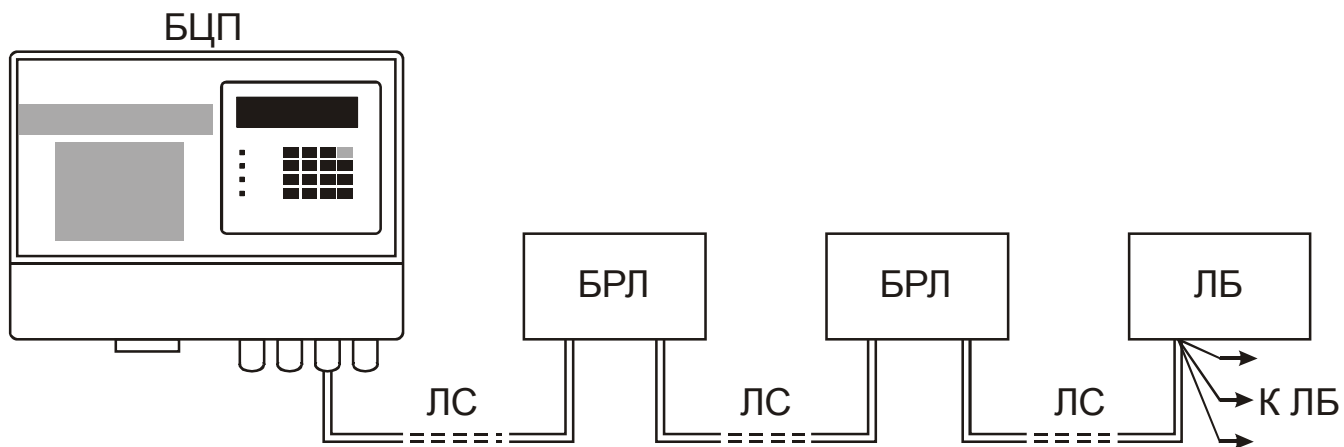
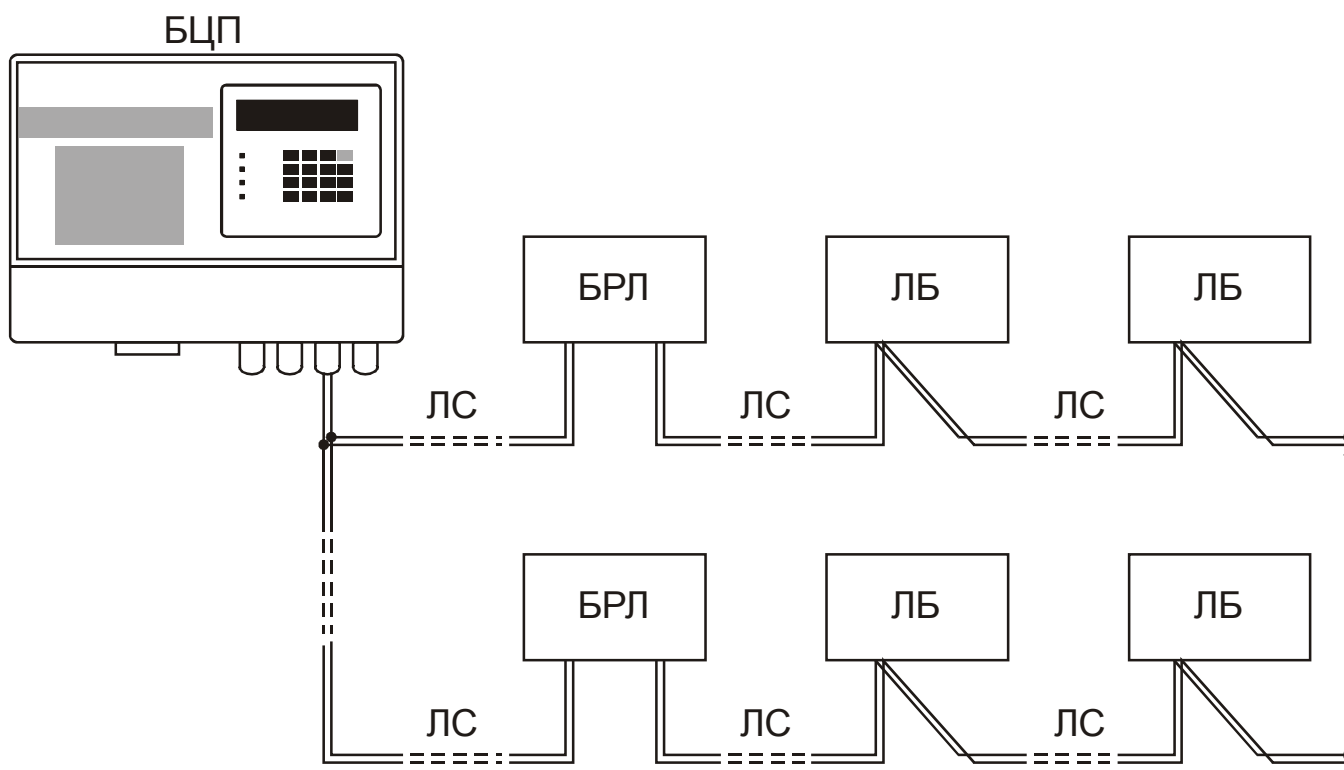

Рис. 3 Последовательное подключение БРЛ.
Рис. 4 Параллельное подключение БРЛ.
5.1 БРЛ включается в разрыв линии связи между БЦП и ЛБ. При этом возможно параллельное соединение БРЛ для уменьшения емкостной нагрузки на БЦП со стороны ЛБ и для изоляции отдельных участков, а также последовательное соединение БРЛ в линии связи для увеличения максимально допустимой длины ЛС. На Рис. 3 и Рис. 4 приведены различные схемы подключения БРЛ.